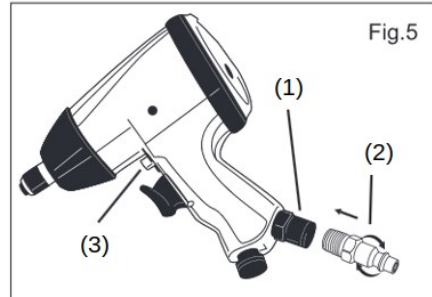

Fig.5
2. Bereid de 1/4"-slingaansluiting (**Fig. 5, 2**) voor door het buitendraad met afdichtingstape met de klok mee te omwikkelen. Schroef de stecker met buitendraad handmatig aan de luchtingang (**Fig. 5, 1**). Om een luchtdichte verbinding te garanderen, dient u de verbinding met een moersleutel (zit niet bij de leveromvang) aan te draaien.
3. Druk de regelknop (**Fig. 5, 3**) naar voren zodat deze over de trekker uitsteekt. Nu is het gereedschap ingesteld om met de klok mee te draaien ("rechtsom").